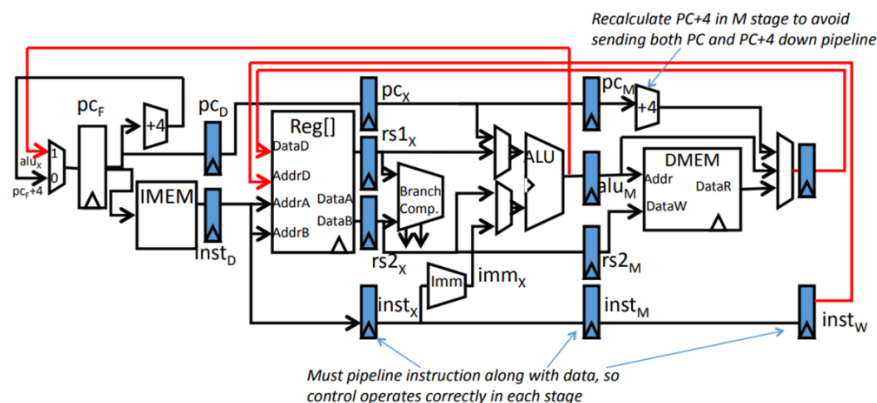

图 2. RV32I 五阶段流水处理器
5. 图 2 给出了 RV32I 五阶段流水化处理器示意图：